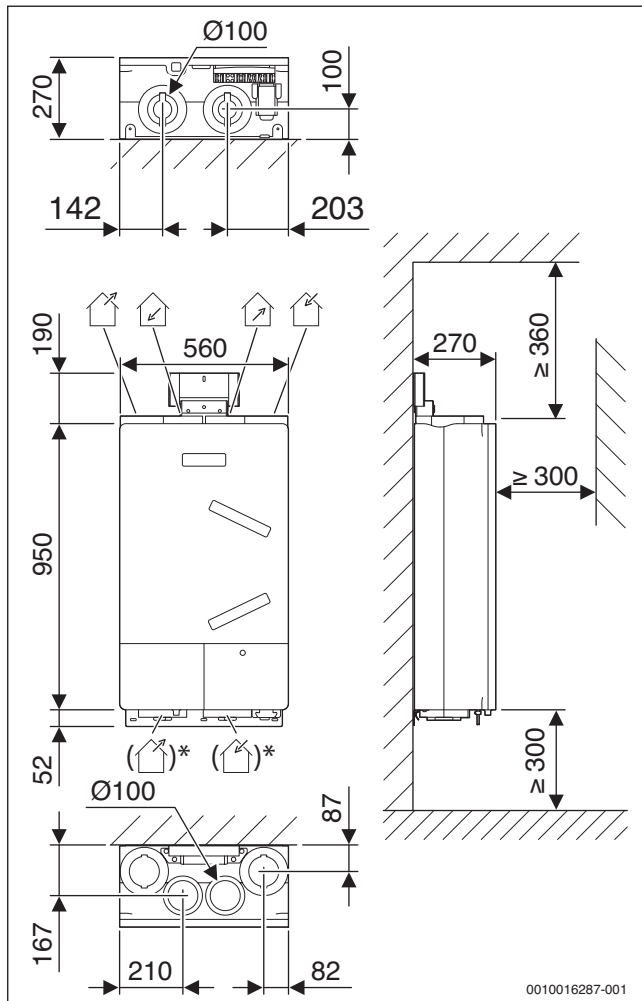
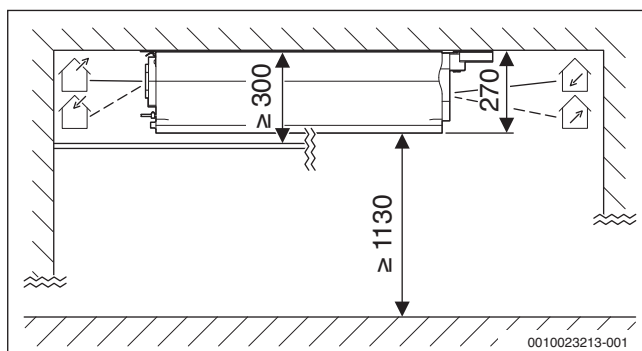

Fig. 2 Dimensioni e distanze minime per l'installazione a parete di Logavent
Fig. 3 Dimensioni e distanze minime per l'installazione a soffitto di Logavent
* per l'installazione a soffitto (→ fig. 3)
Legenda della fig. 2 e della fig. 3: